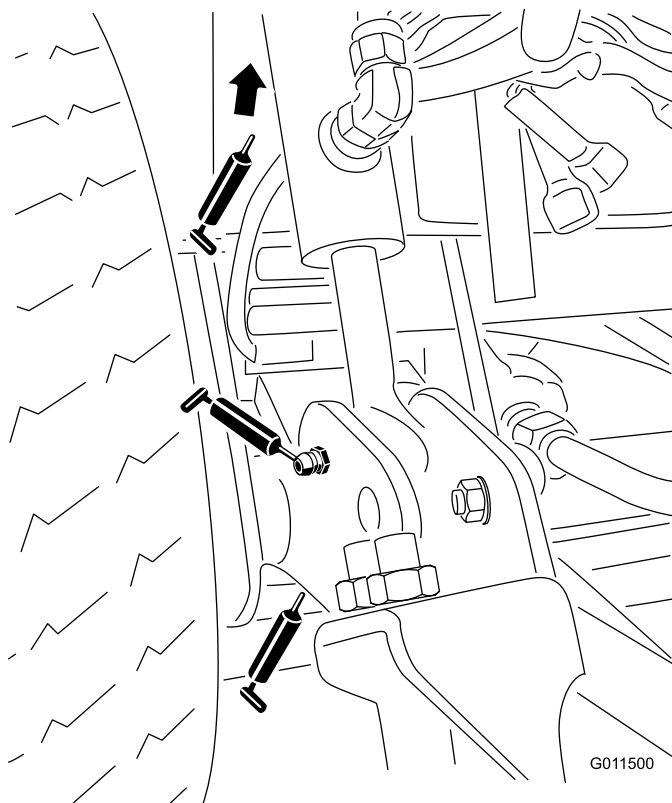

Figura 42
- Casquillos de los brazos de elevación (2) (Figura 42).
- Casquillos de los cilindros de elevación (4) (Figura 42).